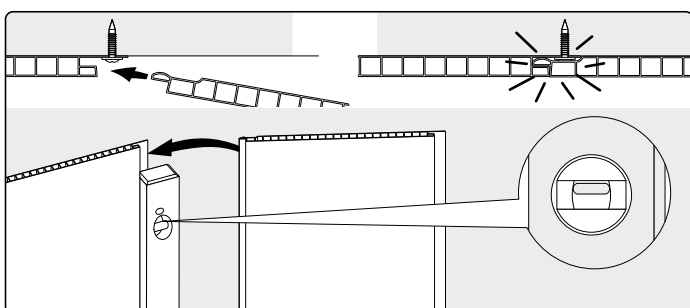

FIG. 8 CZ: Použití dokončovacích profilů. SK: použitie ukončovacích profilov.
4. Verwenden Sie die Endprofile (Abbildung 8): RA200 (a), RA201 (b), RA202 (c), RA100 (d), RA110 (e), RA120 (f), RA130 (g), RA203 (h). Ausserdem ist es möglich, die Verkleidung als Innen- und Außenbeckprofil zu benutzen. Schneiden Sie hierfür mit einem Teppichmesser die Rückseite der Verkleidung leicht ein um diese dann zu knicken. (Abbildung 9).
4. Utilizati accesoriile de finisa (fig.8): RA200 (a), RA201 (b), RA202 (c), RA100 (d), RA110 (e), RA120 (f), RA130 (g), RA203 (h). In plus placa se poate folosi si pentru crearea de unghiuri interne sau externe, prin taierea cu un cater a nervurii din partea posterioara a acesteia (fig.9).
4. Utilizzare i profili di finitura (fig. 8): RA200 Profilo terminale e angolo esterno (a), RA201 Angolo interno (b), RA202 Profilo di giunzione (c), RA100 Terminale di finitura (d), RA110 Paraspigolo (e), RA120 Doppio angolo (f), RA122 Terminale mod. 122 (g), RA173 Paraspigolo mod. 173 (h), RA218 Battiscopa mod. 218 (i), RA130 Perimetrale per controsoffitti e angolo interno (j), RA203 Perimetrale e profilo cornice (k). E' inoltre possibile utilizzare il medesimo pannello di rivestimento per creare angoli interni o esterni, snervando con un cutter il pannello nella sua parte posteriore (fig. 9).